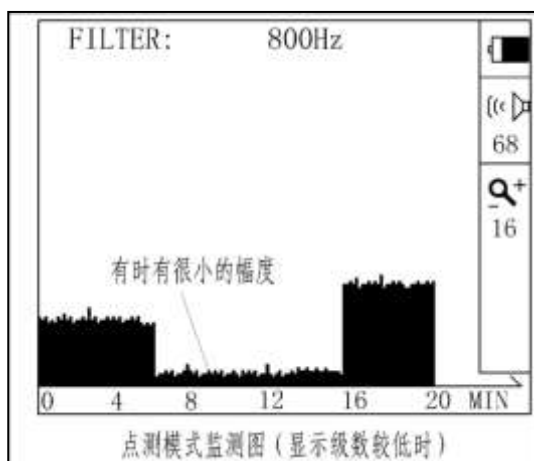
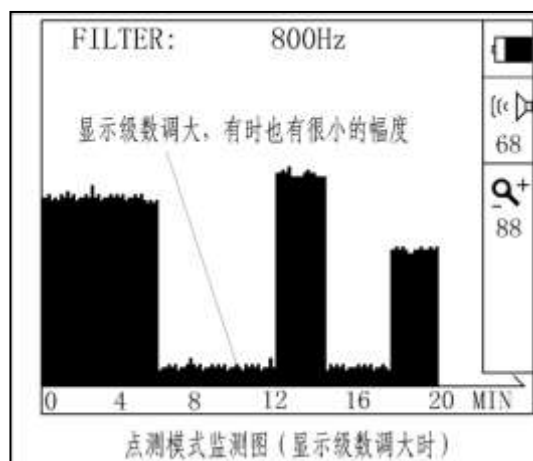

图 9.6
图 9.7
- a) 如果无论将显示级数调小或调大，凹处的幅度都很小，可判断该处附近无漏点（见图 9.6 和图 9.7）: